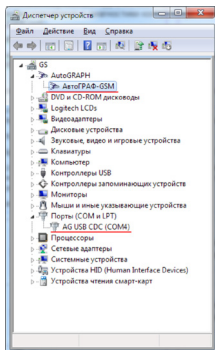

Рис.1.
1. Подключите контроллер к ПК, используя интерфейсный кабель USB AM – USB miniB 5 pin. Система автоматически найдет новое оборудование (Рис.1). Для корректной работы контроллера с сервисно-диагностическими, диспетчерскими и конфигурационными программами необходимо установить драйверы устройств AutoGRAPH и AutoGRAPH CDC.